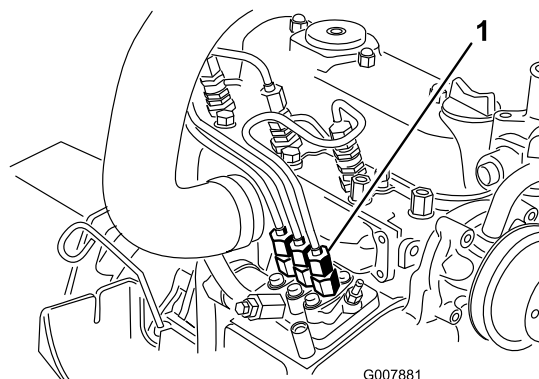

Figure 50
1. Placez un chiffon sous le raccord du tuyau allant de la pompe d'injection à l'injecteur N° 1, comme illustré à la Figure 50.